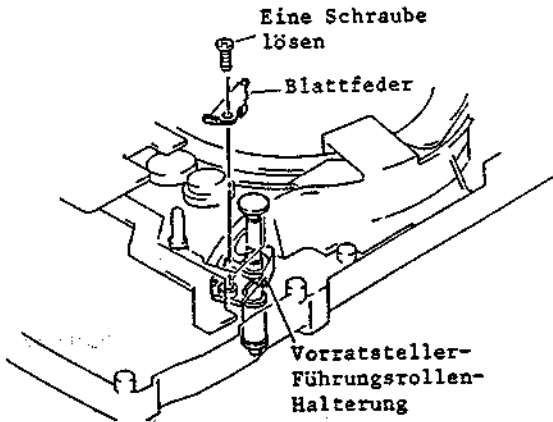

Abb. 2-90 Ausbau der Vorratsteller-Führungsrollen-Halterung
### 3-39 Ausbau der Vorratsteller-Führungsrollen-Halterung (Abb. 2-90, 2-91)
5. Eine (1) Befestigungsschraube der Vorratsteller-Führungsrollen-Halterung lösen und die Blattfeder abnehmen (siehe Abb. 2-90).